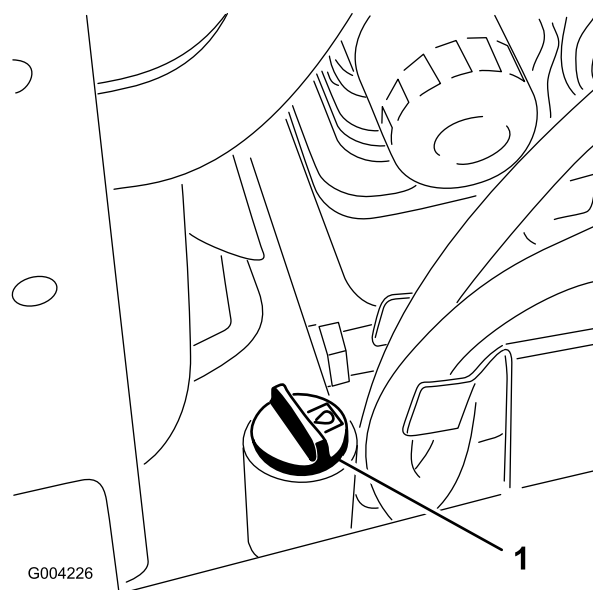

Figura 59
5. Limpe a zona em redor do tubo de enchimento do depósito hidráulico (Figura 59).